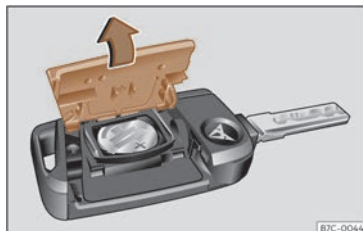

Fig. 44 Chave do vehículo: apertura da tapa do compartimento para a pila.
- Retire a tapa na parte traseira da chave do vehículo na dirección da frecha >>> fig. 44 , >>> ①.